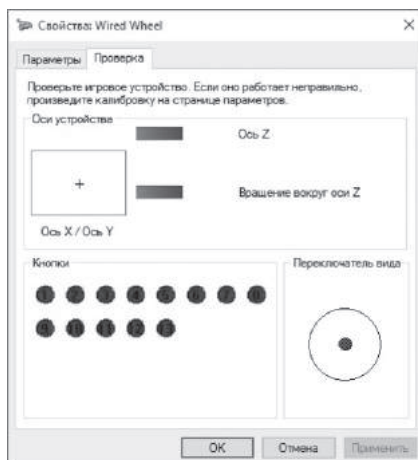

Рис. 7
• Нажмите на кнопку «Свойства» и на дисплее ПК появится окно «Свойства: Wired Wheel» (см. Рис. 7). Здесь можно проверить работу осей и клавиш.